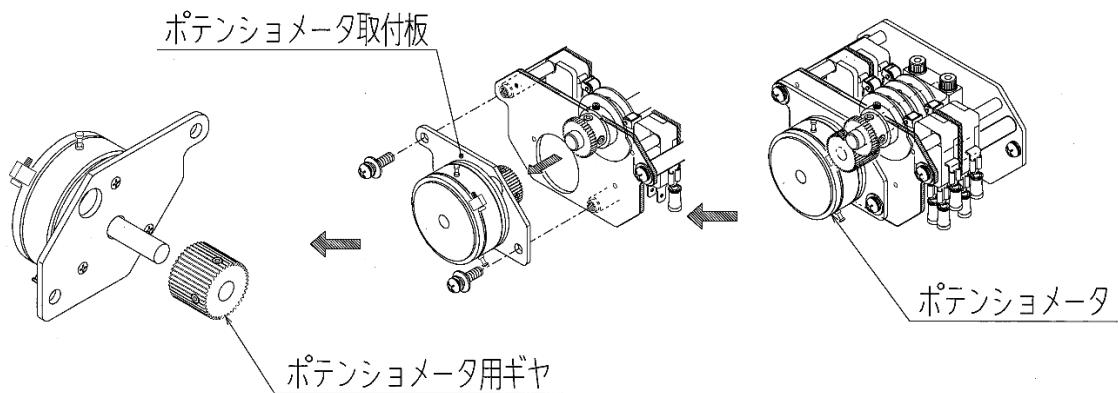
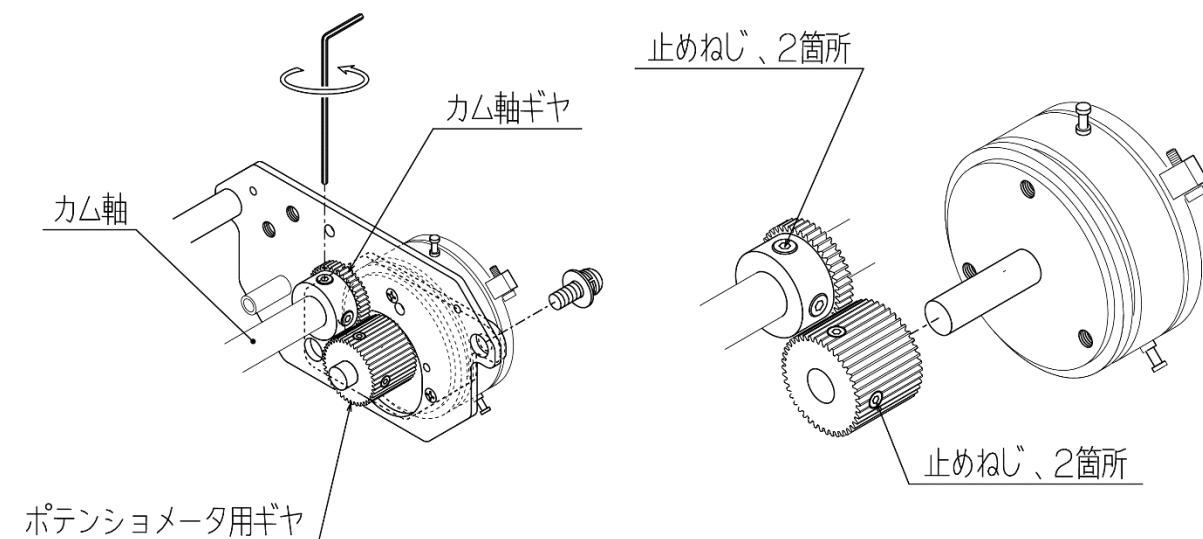

図10：ポテンショメータの取り外し
図11：ポテンショメータの調整
- ⑤ RM端子に（+）、WM端子に（-）をテスタ（電圧レンジ）にてあて、電圧値を測定、記録します。
- ⑥ ポテンショメータ本体の3端子に接続されているリード線色と端子番号を記録します。
- ⑦ ポテンショメータの端子付近からリード線を切断します。
- ⑧ ポテンショメータ取付板を取り外します。（図10参照）
- ⑨ ポテンショメータに付いているギヤを外し、ポテンショメータを取付板から取り外します。
- ⑩ 新しいポテンショメータを取付板に取付け、⑨で取り外したギヤをポテンショメータ軸に取付けます。（図11参照）
- ⑥RM端子に（+）、WM端子に（-）をテスタ（電圧レンジ）にてて、電圧値を測定しながらカム軸ギヤを指で回し、電圧値が約50mVとなる位置でカム軸ギヤの止めねじを仮固定します。（図11参照）